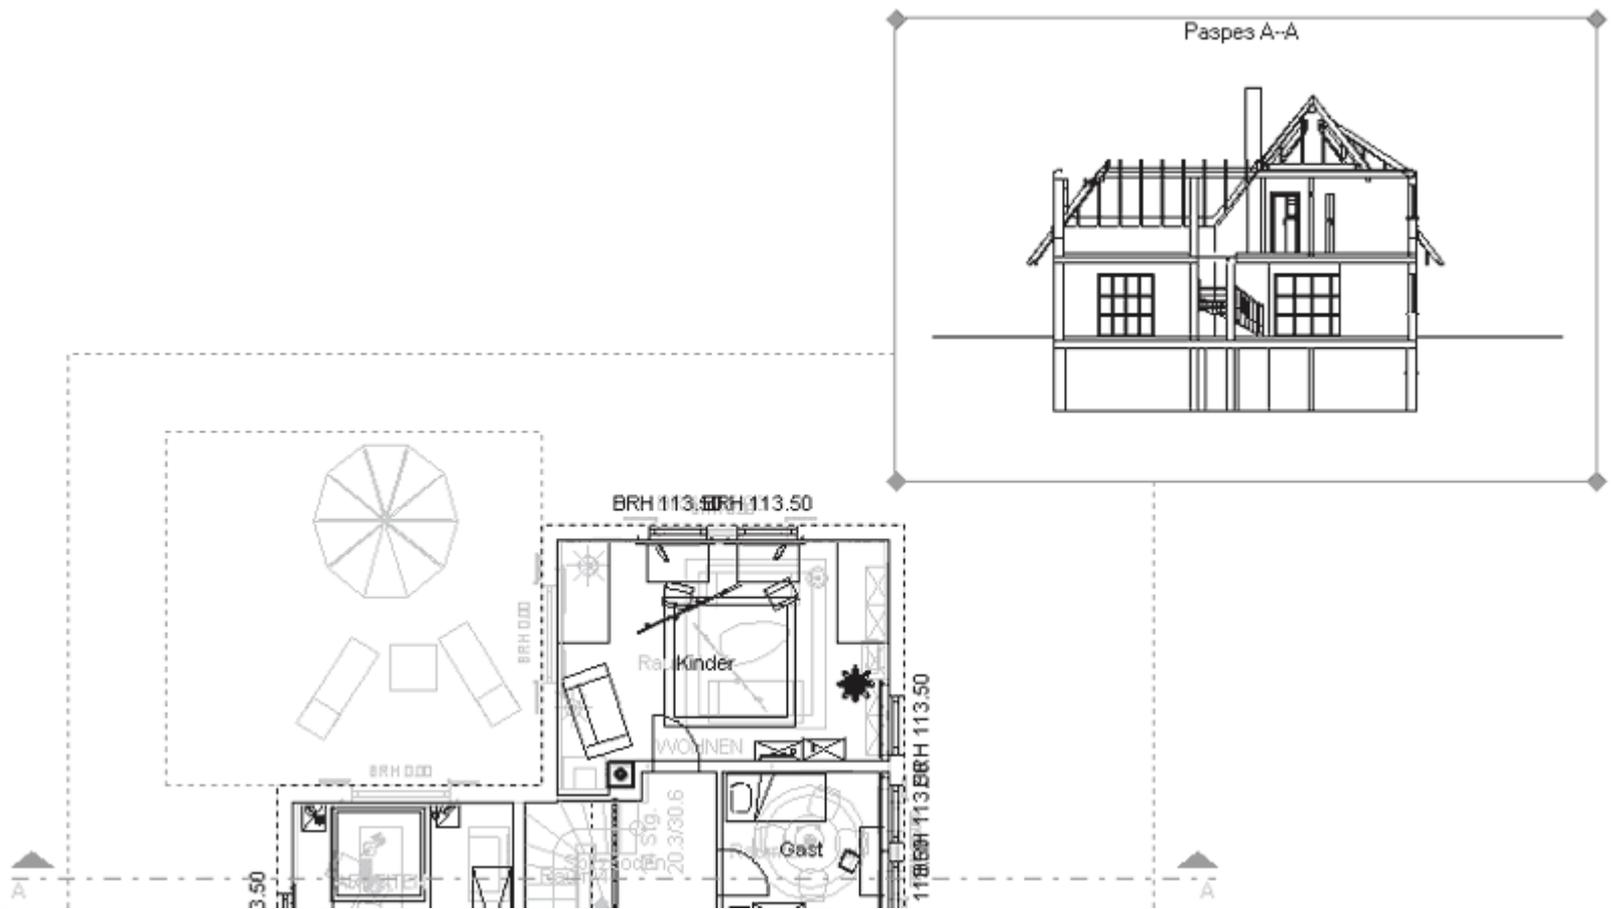

Рис. 1.15. Разрез и его отображение на плане
– данная команда предназначена для демонстрации сечений здания. Перед тем как включать отображение разрезов, их необходимо создать с помощью команды Определить разрез. Когда кнопка Разрезы показать/скрыть нажата, указанное сечение (или сечения – их может быть несколько) отображается прямо на плане в небольшой прямоугольной области, ограниченной тонкой красной линией с красными маркерами на углах (рис. 1.15). Эту область можно свободно перетаскивать с помощью мыши и размещать в любом месте текущего графического листа. Если кнопка Разрезы показать/скрыть не нажата, то прямоугольная область с изображением сечения исчезнет (но это не означает, что исчезнет само сечение).